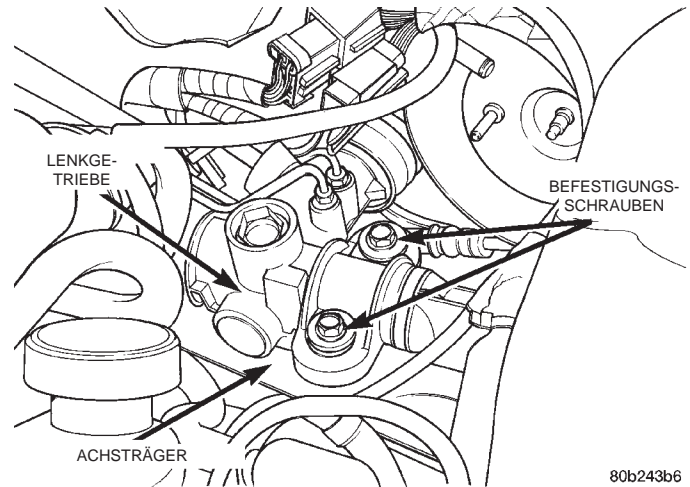
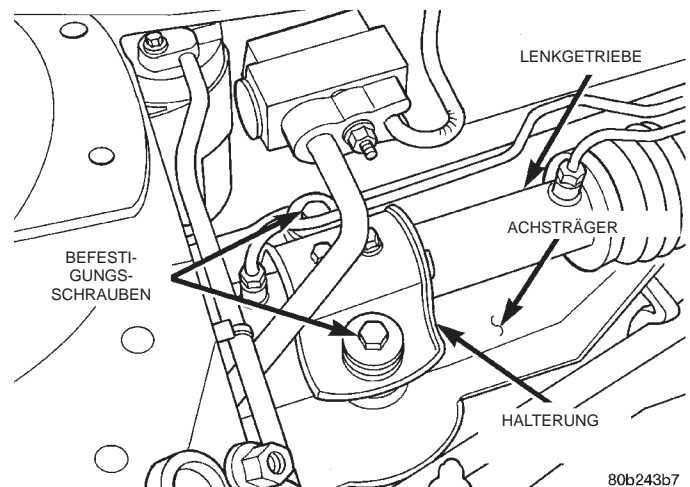
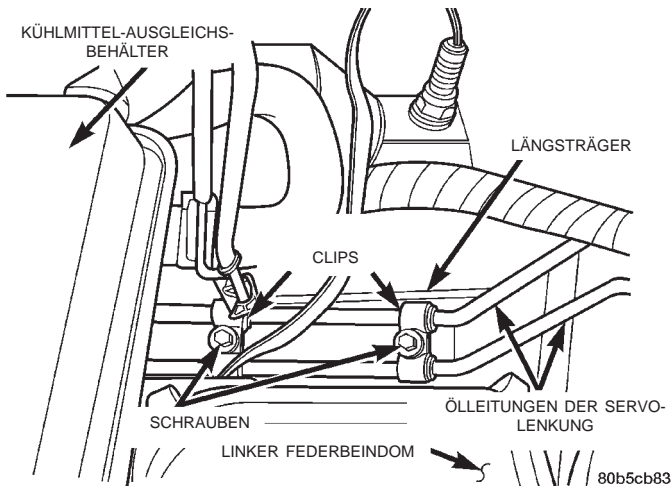

Abb. 27 Befestigung des Lenkgetriebes am Achsträger (linke Seite)
Abb. 28 Befestigung des Lenkgetriebes am Achsträger (rechte Seite)
Abb. 29 Befestigung der Schläuche am linken Längsträger
(18) Die beiden Schrauben lösen, mit denen die linke Seite des Lenkgetriebes am Achsträger befestigt ist (Abb. 27).
(19) Die beiden Schrauben lösen, mit denen die rechte Halterung des Lenkgetriebes am Achsträger befestigt ist (Abb. 28).
(20) Lenkgetriebe so weit zur Seite schieben, dass Hochdruck- und Rücklaufschlauch freikommen.
(21) Die Schrauben lösen, mit denen die Schläuche der Servolenkung am linken Längsträger befestigt sind (Abb. 29).
(22) Fahrzeug anheben.
(6) Schläuche der Servolenkung am linken Längsträger montieren (Abb. 29). Die Schrauben eindrehen und mit einem Anzugsmoment von 10 N·m (89 in. lbs.) festziehen.
(7) Lenkgetriebe und Zwischenwelle in die Gummifuge der Spritzwand schieben. Befestigungsbohrungen des Lenkgetriebes mit den entsprechenden Bohrungen des Achsträgers ausrichten.
(8) Die beiden Schrauben, mit denen die linke Seite des Lenkgetriebes am Achsträger befestigt wird, locker eindrehen (Abb. 27).
(9) Die beiden Schrauben, mit denen die rechte Seite des Lenkgetriebes an der Halterung am Achsträger befestigt wird, eindrehen (Abb. 28) und mit einem Anzugsmoment von 58 N·m (43 ft. lbs.) festziehen.
(10) Die beiden Schrauben an der linken Seite des Lenkgetriebes (Abb. 27) mit einem Anzugsmoment von 58 N·m (43 ft. lbs.) festziehen.